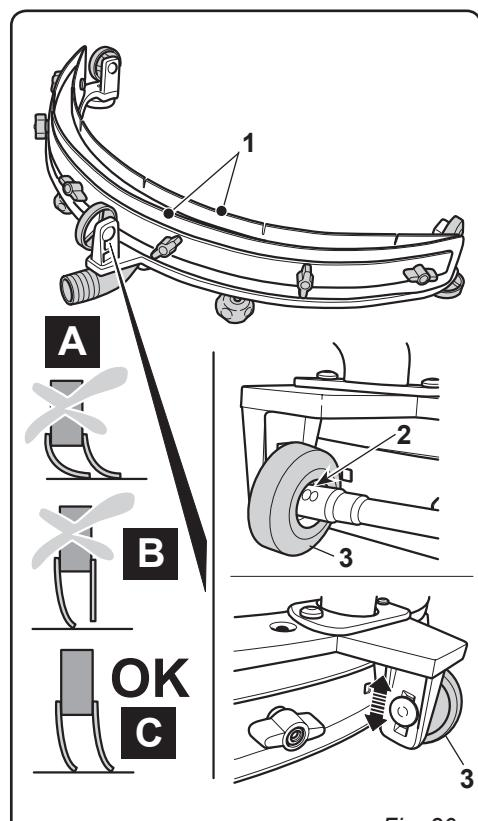

Fig. 20
11.1.g - Regolazione incidenza tergitore (Fig. 20)
- Controllare l'incidenza delle gomme (1) sul pavimento.
11.1.h - Sostituzione fusibili (solo per versione CB) (Fig. 20)